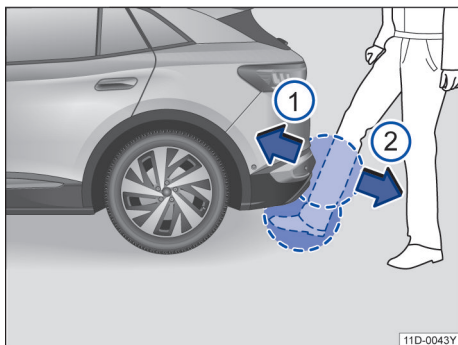

图 55 感应式关闭行李厢盖 (Easy Close)
- 脚和小腿快速移动到靠近保险杠处。小腿必须位于上部传感区内，脚必须位于下部传感区内→图 55。